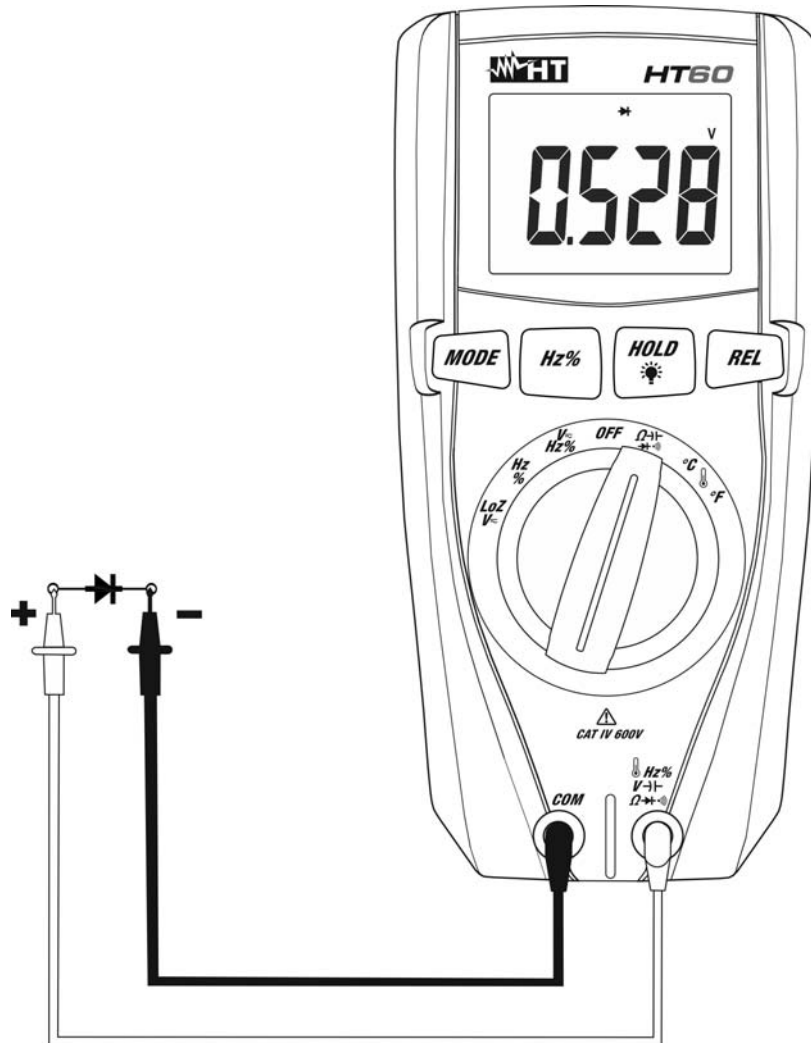

Fig. 6: Uso dello strumento per la Prova Diodi
4. Posizionare i puntali ai capi del diodo in esame rispettando le polarità indicate (vedere Fig. 6). Il valore della tensione di soglia in polarizzazione diretta è mostrato a display
6. Se lo strumento visualizza il messaggio "O.L." i terminali del diodo sono invertiti rispetto a quanto indicato in Fig. 6 oppure la giunzione P-N del diodo è danneggiata